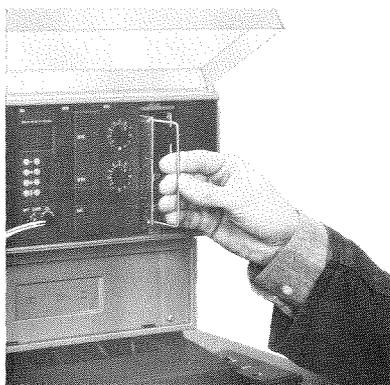

Abb. 3 Herausziehen der Leiterplatte
3. Defekte Leiterplatte „SPR/T“ mit dem Montagebügel herausziehen (Abb. 3).